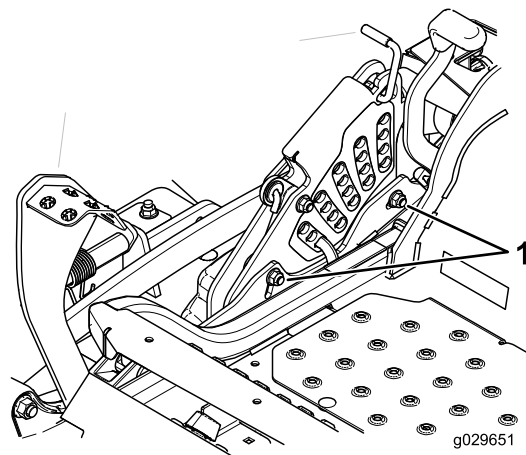

Figura 101
12. Para ajustar um sistema de ponto único, desaperte os 2 parafusos na parte inferior da placa da altura de corte (Figura 101).